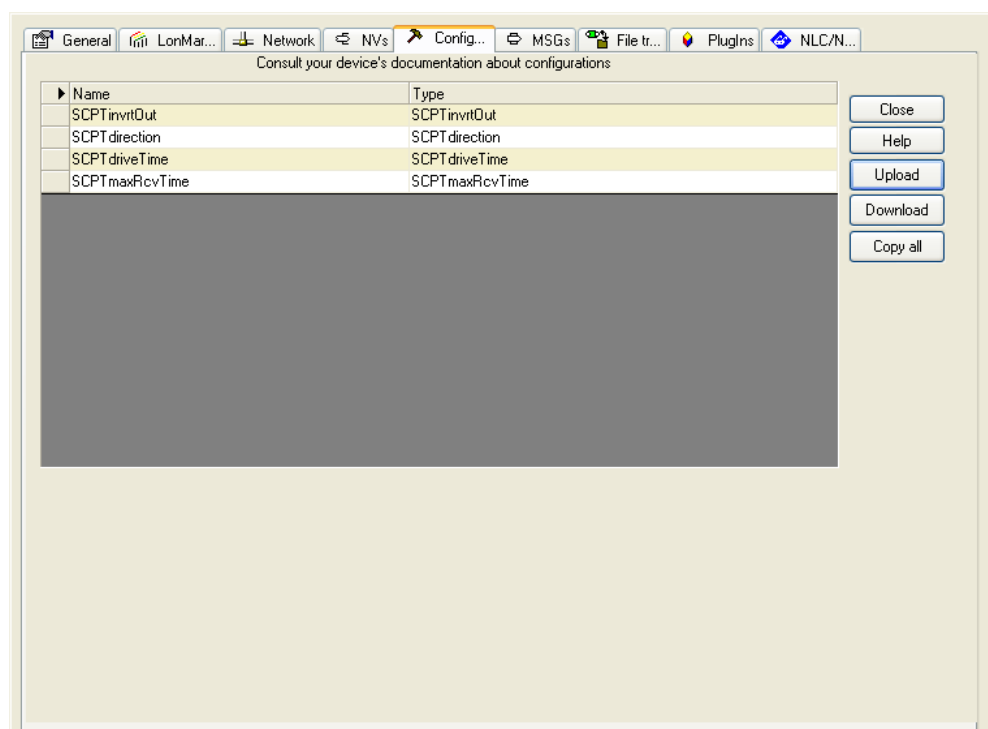

Abbildung 36: Registerkarte Konfiguration für CPs in NL220
2. Klicken Sie auf den Knopf **Upload** in der Configuration Registerkarte der Device properties (siehe Abbildung 36).